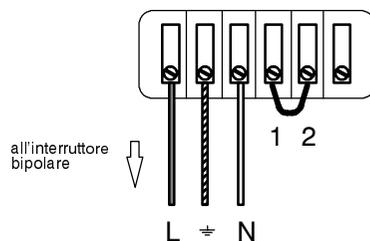

fig. 3.11
1 Collegare il cavo di alimentazione elettrica proveniente dall'interruttore bipolare alla morsettieria di alimentazione elettrica della caldaia (fig. 3.11) posta dietro il pannello comandi rispettando la corrispondenza della linea (filo marrone) e del neutro (filo azzurro).
- Rimuovere il ponticello elettrico presente sulla morsettieria tra "1 e 2" (fig. 3.11) per il corretto funzionamento del telecomando.
Per il collegamento di un termostato ambiente, non utilizzando il cronotermostato del telecomando caldaia, servirsi della morsettiera di alimentazione elettrica della caldaia (fig. 3.11).